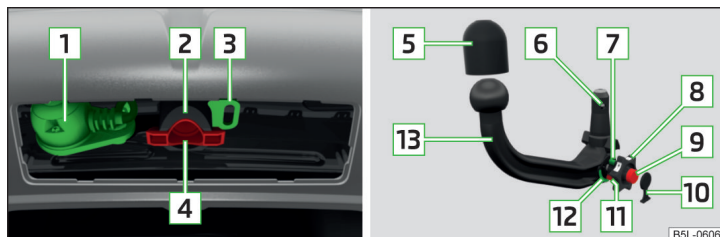

Fig. 143 Suportul dispozitivului de tractare / tija cuplei
Suportul dispozitivului de tractare și tija suplei sferice » fig. 143
- Scoateți masca pentru locașul de fixare [4] » fig. 143 la pagina 128 trăgând în jos.
- Puneți masca pentru locul de fixare **4** » fig. 143 la pagina 128.